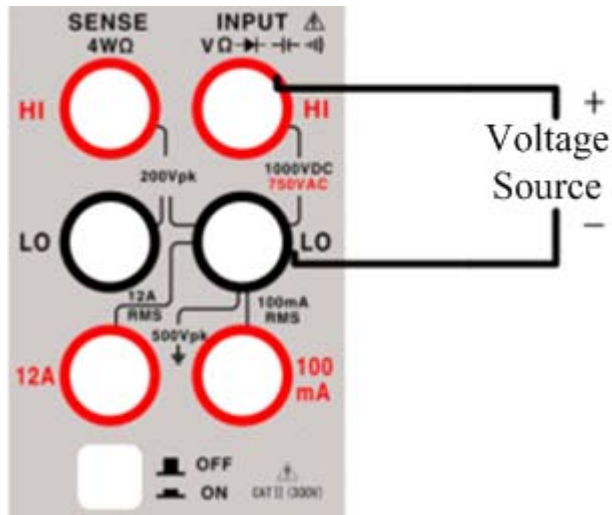

图 2.1.2 DCV 端子连接
- 2、按图 2.1.2 所示，将红色和黑色测试引线连接到各自的输入端子。